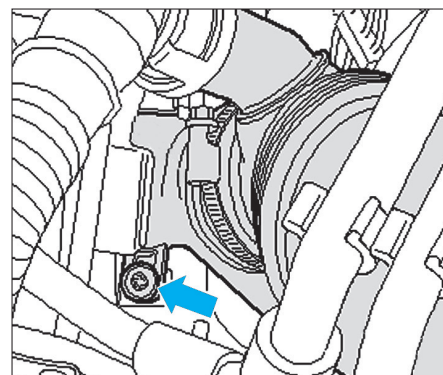

Fig. 73
- le conduit d'admission et le déposer en le tournant dans le sens horaire d'un quart de tour (Fig.73),